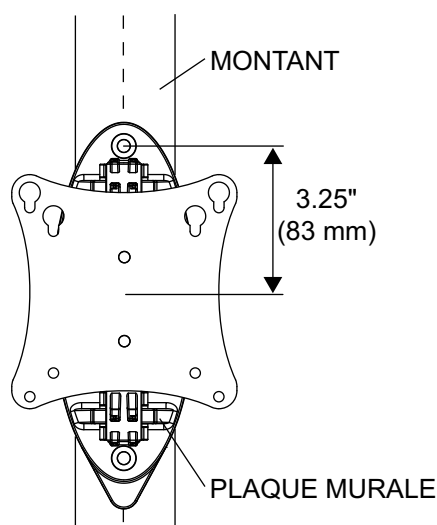

fig. 1.1
- 1** À l'aide d'un localisateur de montants, repérez et marquez les bords des montants en bois utilisés pour monter ce produit. Utilisez un niveau pour tracer une ligne verticale le long du centre du montant. Le trou de montage supérieur doit être situé à 3,25 po (83 mm) au-dessus de l'endroit souhaité pour le centre de l'écran comme illustré à la figure 1.1. Percez deux trous de 4 mm (5/32 po) de diamètre et de 64 mm (2,5 po) de profondeur. Fixez le bras mural (A) sur le mur à l'aide de deux vis à bois à tête plate n°14 x 2,5 po (C) avec foret de #3 (M), comme illustré. Insérez deux cache-vis (I) dans les trous de fixation.
1 Utilisez la plaque murale comme gabarit pour marquer le centre des trous. Le trou de montage supérieur doit être situé à 3,25 po (83 mm) au-dessus de l'endroit souhaité pour le centre de l'écran comme illustré à la figure 1.1 en page 24. Percez deux trous de 5/16 po (8 mm) de dia. à une profondeur minimale de 2,5 po (64 mm). Insérez les chevilles d'ancrage (B) dans les trous. Posez le support mural (A) sur les chevilles d'ancrage et fixez-le au mur à l'aide de deux vis à bois à tête plate no 14 x 2,5 po (C) avec foret de #3 (M).